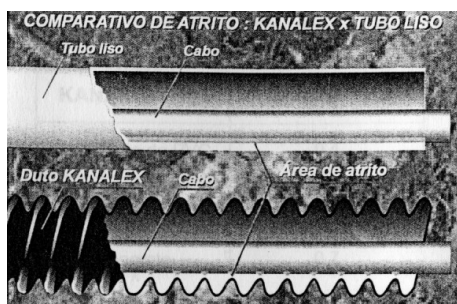

Figura 1
- Em razão do baixíssimo coeficiente de atrito entre duto e cabo, pode-se ampliar as distâncias entre as caixas de passagem ou de inspeção, reduzindo de forma acentuada, os custos de mão de obra e tempo de execução (Figura 1, Quadro I)